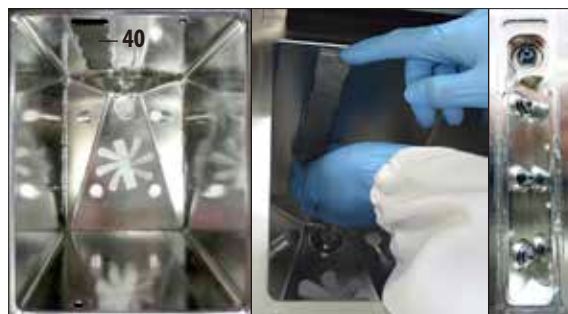

図 238
- センサー前部のスクリーン（図 238 の 40）を外します。